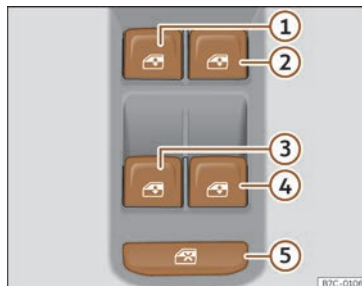

Fig. 86 Detaliu al ușii șoferului: comenzile geamurilor.
Comutatorul de siguranță >>> **fig. 86 ⑤** de pe ușa șoferului poate fi utilizat pentru dezactivarea butoanelor de acționare electrică a geamurilor ușilor din spate.